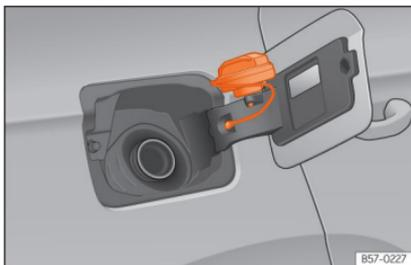

Abb. 216 Tankklappe mit aufgestecktem Tankverschluss.
- Platzieren Sie den Verschluss in der Ausparung, die sich im Scharnier der geöffneten Tankklappe befindet »» **Abb. 216**.